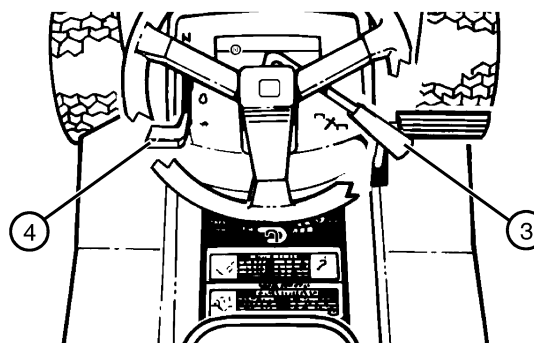

FIGURA 17
- Mueva la palanca de la aceleración (4) a la posición de FAST (rápido) (Vea la FIGURA 17).
- Empuje la palanca de transmisión de las cuchillas (3) hacia adelante para arrancar las cuchillas.